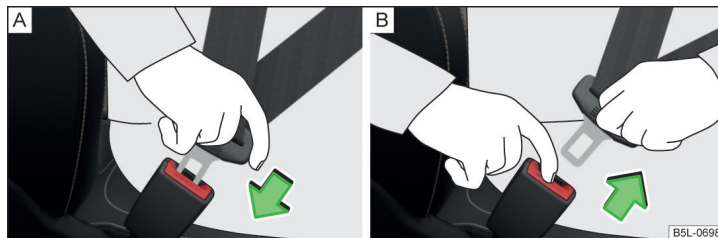

Fig. 6 Fixarea sau desfacerea centurii de siguranță
- Introduceți clema de fixare în catarama aferentă a centurii de siguranță » fig. 6 - A până când se fixează cu un declic.
› fig. 6 - , limba centurii sare afară.